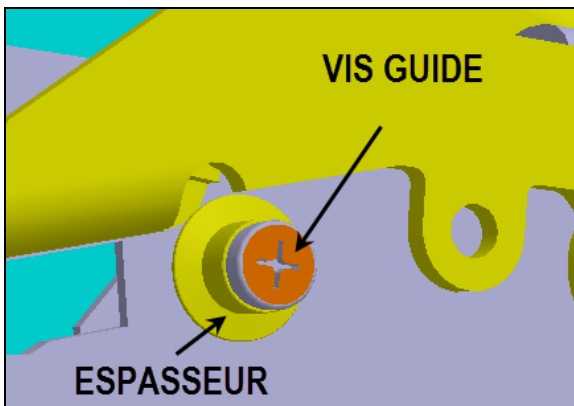
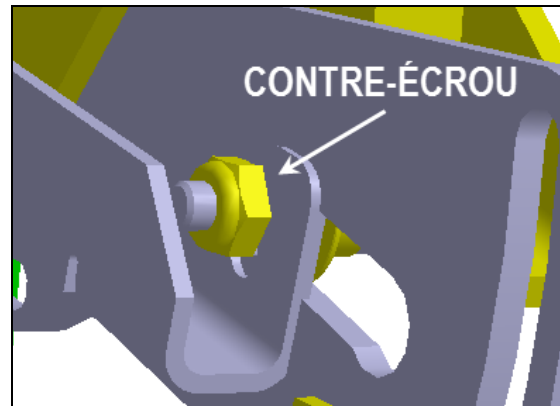

Fig.8
Fig.9
10. Réinstaller la vis guide sur le nouveau mécanisme Fig. 8 (avec contre-écrou et calle Fig.9).